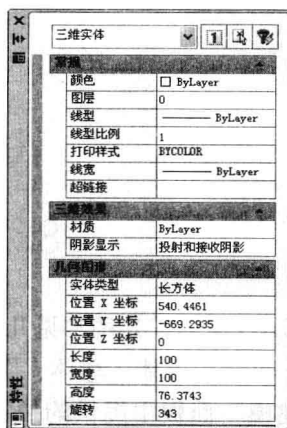

图 8-2-4
(9) 双击长方体，打开“特性”选项板。在“特性”选项板中修改长方体的长度、宽度、高度值，同样可以改变对象的尺寸，如图 8-2-4 所示。